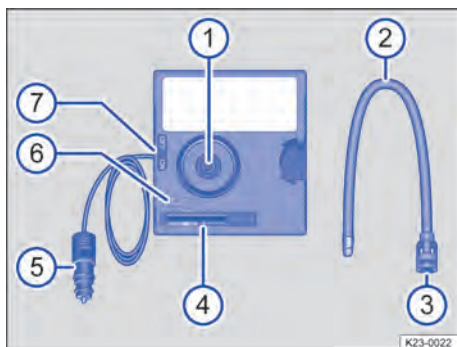
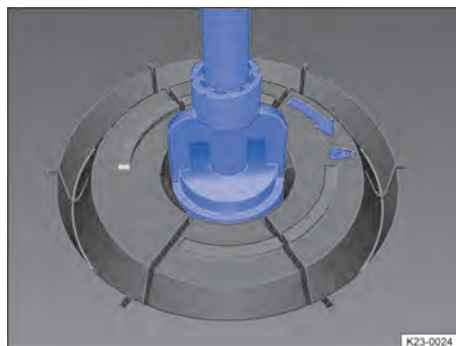
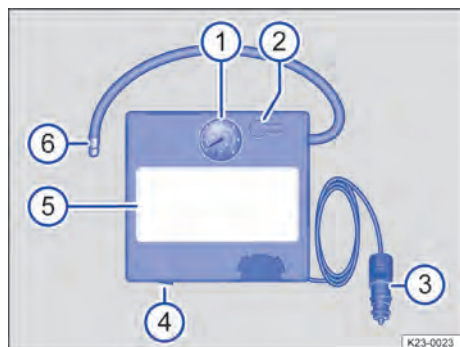

Abb. 228 Kompressor des Pannensets (Prinzipdarstellung).
Abb. 229 Reifenfüllschlauch anbringen.
Abb. 230 Kompressor des Pannensets (Prinzipdarstellung).
1. Reifenfüllschlauch → Abb. 228 ② von der Rückseite des Kompressors abnehmen.
2. Reifenfüllschlauch → Abb. 228 ② mit der Flügelmutter ③ so in die Aufnahme für den Reifenfüllschlauch ① stecken, dass die Flügelmutter auf zeigt.
3. Flügelmutter → Abb. 228 ③ im Uhrzeigersinn drehen, bis die Flügelmutter auf zeigt → Abb. 229.
4. Reifenfüllschlauch → Abb. 228 ② des Kompressors fest auf das Reifenventil schrauben.
6. 12-Volt-Kabelstecker → Abb. 228 ⑤ in eine 12-Volt-Steckdose im Fahrzeug stecken → Seite 232.
7. Kompressor mit dem EIN- und AUS-Schalter → Abb. 228 ⑦ einschalten.
1. Reifenfüllschlauch → **Abb. 230** ⑥ des Kompressors fest auf das Reifenventil schrauben.
3. 12-Volt-Kabelstecker → **Abb. 230** ③ in eine 12-Volt-Steckdose im Fahrzeug stecken → Seite 232.
4. Kompressor mit dem EIN- und AUS-Schalter → **Abb. 230** ④ einschalten.
2. Reifenfüllschlauch → Abb. 228 ② oder → Abb. 230 ⑥ wieder anschließen und den Reifendruck an der Reifendruckanzeige → Abb. 228 ④ oder → Abb. 230 ① ablesen.